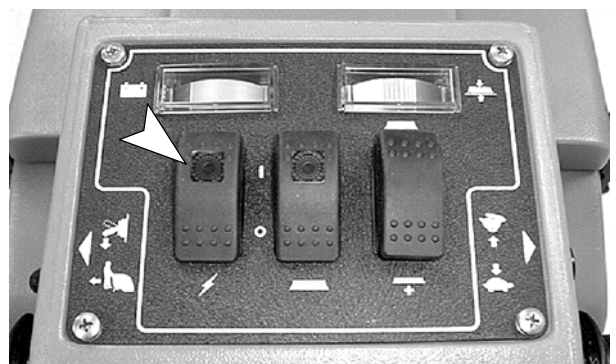

FIG. 9
- Tournez la clé en position ON, si la machine en est équipée, puis activez le commutateur central d'alimentation (Figure 9).